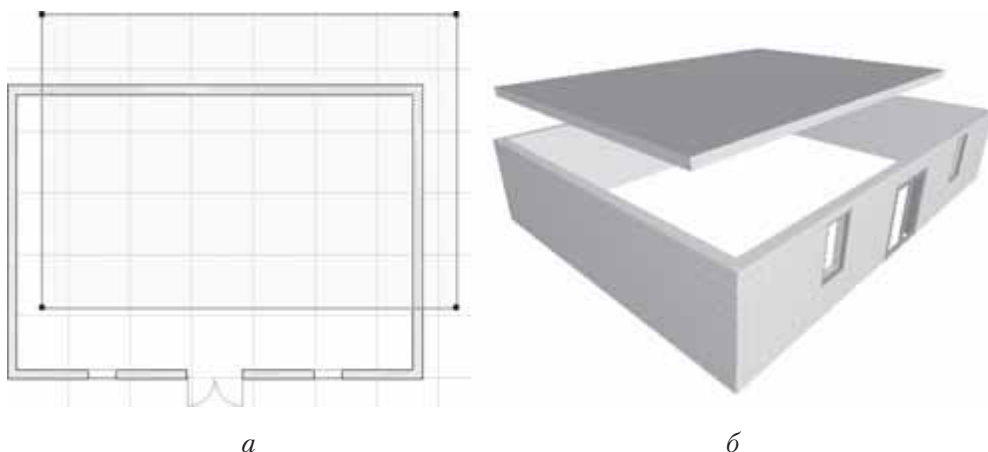

Рис. 8.13. Результат смещения перекрытия
5. Сместите перекрытие относительно его первоначального положения вправо вверх (рис. 8.13, а).
6. Переключитесь в окно трехмерного отображения и редактирования, нажав клавишу F3, и посмотрите результат выполненного действия (рис. 8.13, б).